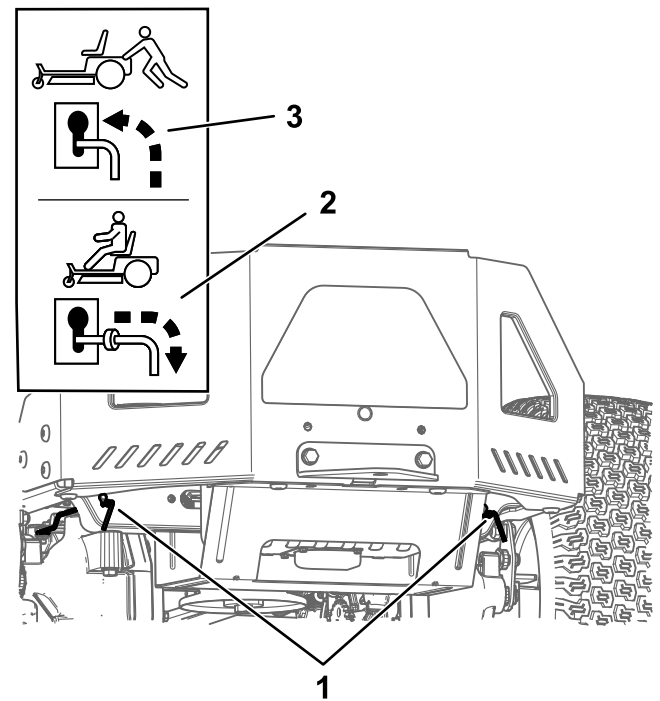

Figure 28
4. Déplacez les deux leviers de dérivation en avant dans la fente, puis vers le bas pour les verrouiller en position (Figure 28).